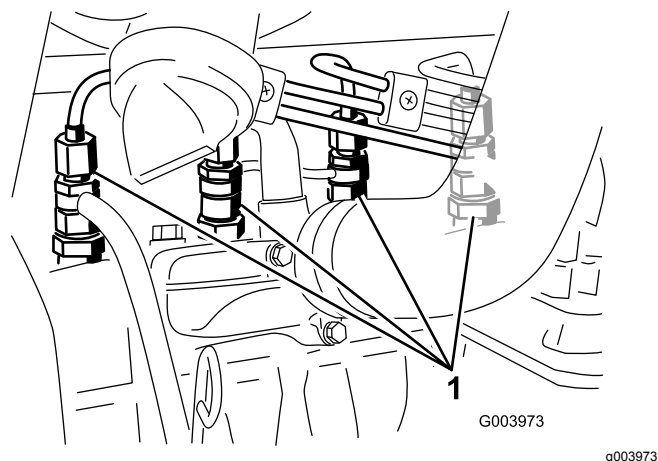

Figura 36
1. Liberte a tubagem que se encontra ligada ao injetor nº 1 e à estrutura de suporte da bomba de injeção (Figura 36).